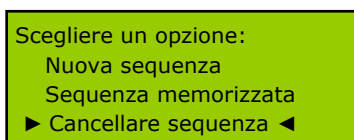

Figura 7.
- “*Cancellare sequenza*” permette cancellare l'ultima sequenza di giri memorizzata. Per selezionarla, situare il cursore vicino a questa posizione come si indica nella Figura 7 e spingere [ENTER].